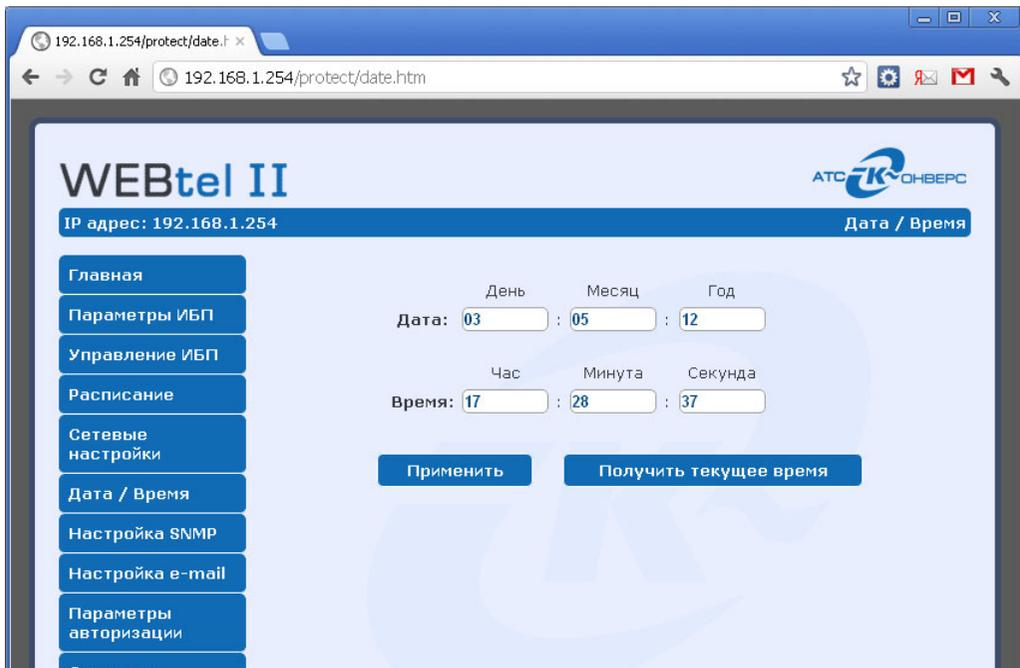

Рисунок 9 - Страница настройки даты и времени
5.7.1. Вход на страницу настройки даты и времени (рисунок 9) защищен паролем, аналогично п. 5.3.